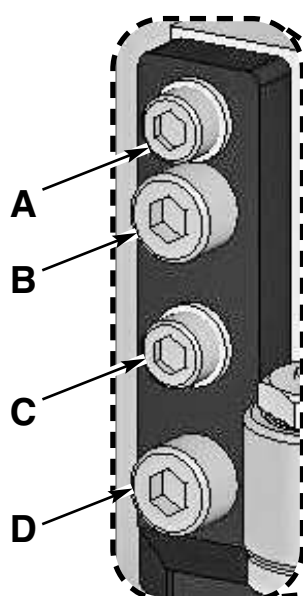

fig. 3.6.12
**NEVER LOOSEN THE SCREWS A-B-C-D fig 3.6.12**